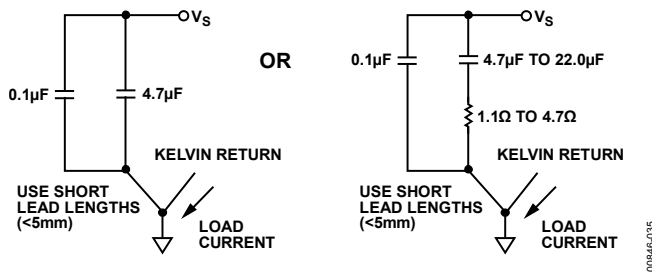

図 35. 推奨電源バイパス
*USE THE POWER SUPPLY BYPASSING SHOWN IN FIGURE 35.
AD797 の非常に広い帯域幅とダイナミック・レンジ能力を利用するためには幾つかの注意が必要です。1つ目は、高精度アプリケーションには複数のバイパスが推奨されます。1.0 μF ~4.7 μF のバイパス・コンデンサと 0.1 μF のセラミック・バイパス・コンデンサの並列接続は、大部分のアプリケーションに対して十分です。重い負荷を駆動する場合は、電源バイパスに大きな要求が課せられます。この場合、大きな値のタンタル・コンデンサの選択的な使用と小さい値 (1.1 Ω ~4.7 Ω) の炭素抵抗によるピン・インダクタンスの制動により性能を向上させることができます。図 35 に、推奨電源バイパスを示します。
*USE THE POWER SUPPLY BYPASSING SHOWN IN FIGURE 35. 00846-039
*USE THE POWER SUPPLY BYPASSING SHOWN IN FIGURE 35. 00846-040
*USE THE POWER SUPPLY BYPASSING SHOWN IN FIGURE 35. 00846-042